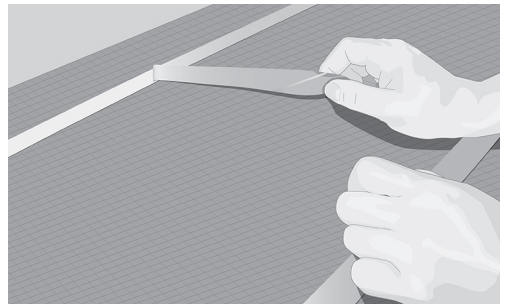

Fig. 6. Lägg ut dubbelhäftande tejp och avlägsna skyddsfilmn
- Fäst kabeln på den dubbelsidiga tejp och ta bort skyddsfilmn allteftersom arbetet fortskrider (Fig. 6 och 7).